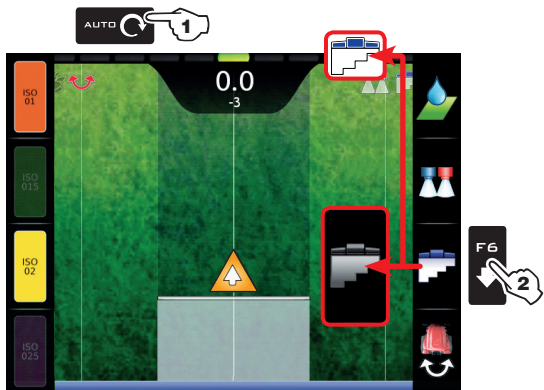

Fig. 268
- 2 Tryck **F6** (Fig. 268) för att aktivera/avaktivera automatisk styrning.